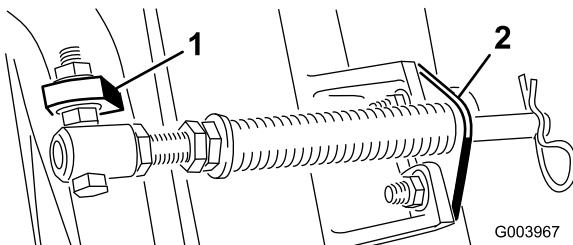

Figura 5
- C. Monte o parafuso no tubo da mola no separador oposto na estrutura de suporte e prenda com a porca flangeada. A cabeça do parafuso deve ser colocada no lado de fora do separador conforme ilustrado na Figura 5.
- D. Monte o suporte da barra nos separadores da unidade de corte com os parafusos de carroçaria e as porcas (Figura 5).